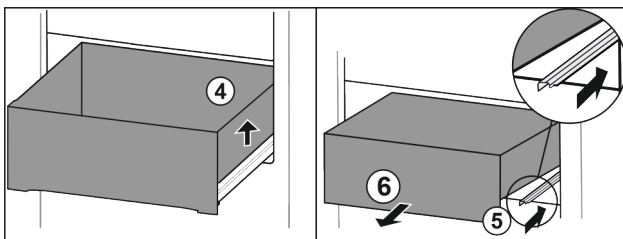

Fig. 63
- ▶ Повдигнете чекмеджето отдясно. Fig. 63 (4)
- ▶ Вкарайте дясната релса. Fig. 63 (5)
- ▶ Извадете чекмеджето напред. Fig. 63 (6)